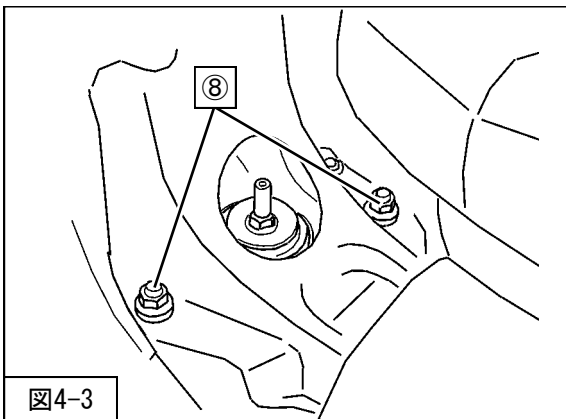

図4-3
4. ⑧リアサスペンションASSYアッパー取付ナット（締付トルク：80N・m）を取付けてください。（図4-3）